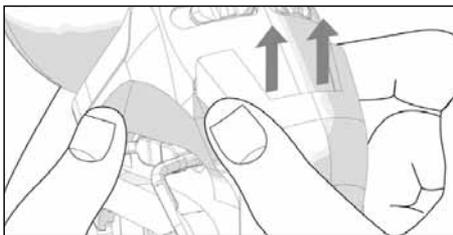

Abb. 1 – Klemmen Sie den Batteriefachdeckel zwischen Daumen und Zeigefinger und schieben Sie ihn nach oben, bis er ausrastet
1. Halten Sie das Mikrofon in einer Hand, während Sie mit Daumen und Zeigefinger der anderen Hand auf die Seiten des Batteriefachdeckels drücken und ihn nach oben hin herauschieben (Abb. 1).